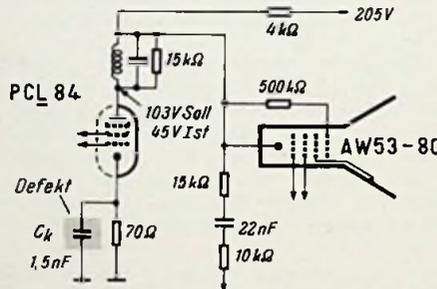

Bild 3. Infolge des schadhafte Katodenkondensators C_k änderten sich Helligkeit und Bildqualität
Um dem Fehler aber auf die Spur zu kommen, wurde nun versucht, diesen gewaltsam herbeizuführen. Dies gelang auch nach einigen Versuchen dadurch, daß der Katodenwiderstand der (P)C(L) 84 kurzgeschlossen wurde (Bild 3); es traten dann genau die gleichen Erscheinungen auf. Somit konnte es sich also nur um einen zeitweiligen Durchschlag des Kondensators von 1,5 nF handeln, der zudem nur für eine Prüfspannung von 125 V ausgelegt war. Der Kondensator wurde erneuert und das Gerät mit Vorbehalt dem Kunden wieder ausgeliefert. Der alte Kondensator wurde nun des Interesses wegen ständig unter Spannung gehalten und beobachtet und tatsächlich zeigte er nach etwa drei Tagen plötzlich totalen Schluß! Eine geringe Bewegung an seinen Anschlüssen genügte jedoch, um diesen wieder zum Verschwinden zu bringen. Es gelang auch nicht mehr, einen erneuten Durchschlag herbeizuführen.